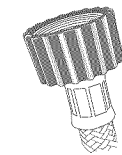

Fig.5 Extrémité du tuyau pour le robinet (en ligne droite)
- 1 Installez la partie rectiligne des tuyaux (avec filtres) aux robinets (reportez-vous à la figure 5).